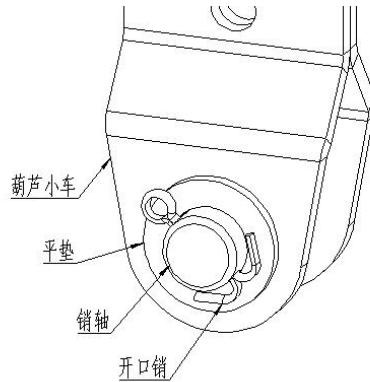
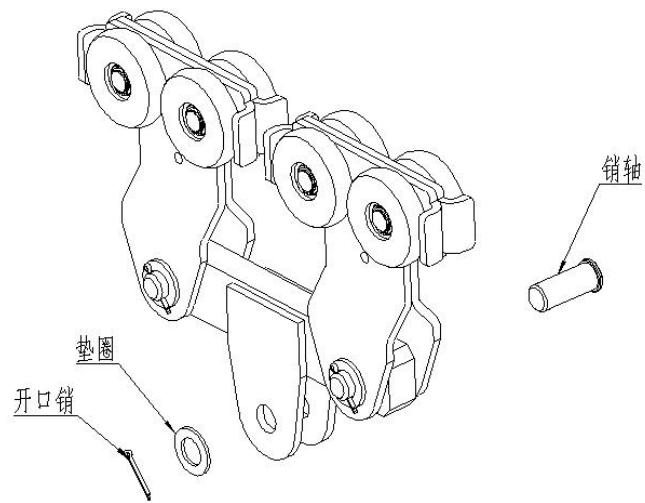

图 6D
图 6E
6.6 折弯开口销（如图 6D）。
- 6.11 如果葫芦吊钩太大，或者悬挂装置不仅是吊钩，那么拆下主梁小车上的中心销轴（图 6E），再安装悬挂装置。将开口销插回到原位置，并且折弯开口销（图 6D）。